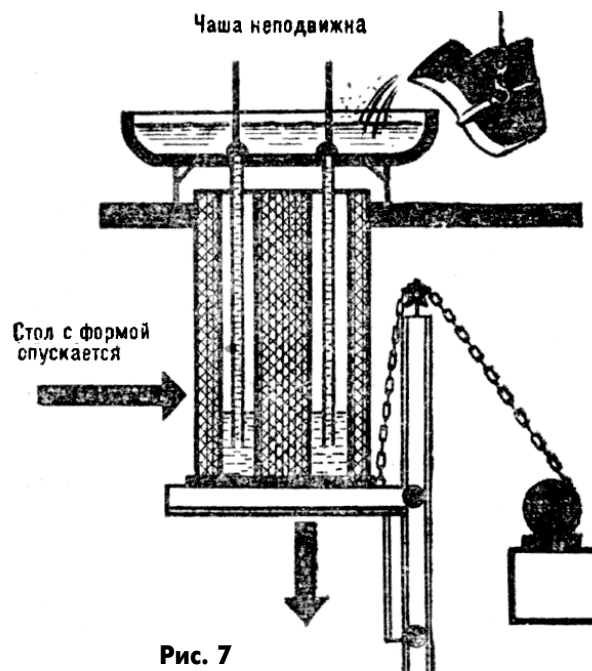
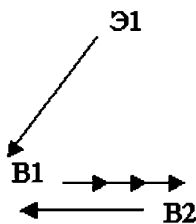

Рис. 7
Рис. 8
**VIII. Обращение** (наоборот). При отливке крупногабаритных тонкостенных деталей возникла проблема: заливаемый сверху металл можно было лить только с высоты до 15 см. Если высоту увеличивали, металл сгорал или пропитывался газами, становился рыхлым, хрупким. Изобретатели сначала попробовали подавать металл снизу, но он остывал, не поднимаясь до верхнего края формы. Тогда было предложено заливать его сверху, но через трубки, которые оставались вблизи поверхности металла, а подмости с формой постепенно опускались вниз (рис.7). Получилось даже двойное использование принципа обращения: сначала было предложено заливать металл снизу, а затем - сверху, но сохранив преимущества "нижней" заливки. "Наоборот" опускалась форма, а поверхность жидкого металла оставалась на месте. Вещественно-энергетическая структурная схема данного явления показана на рис.8. Данный пример соответствует приему: